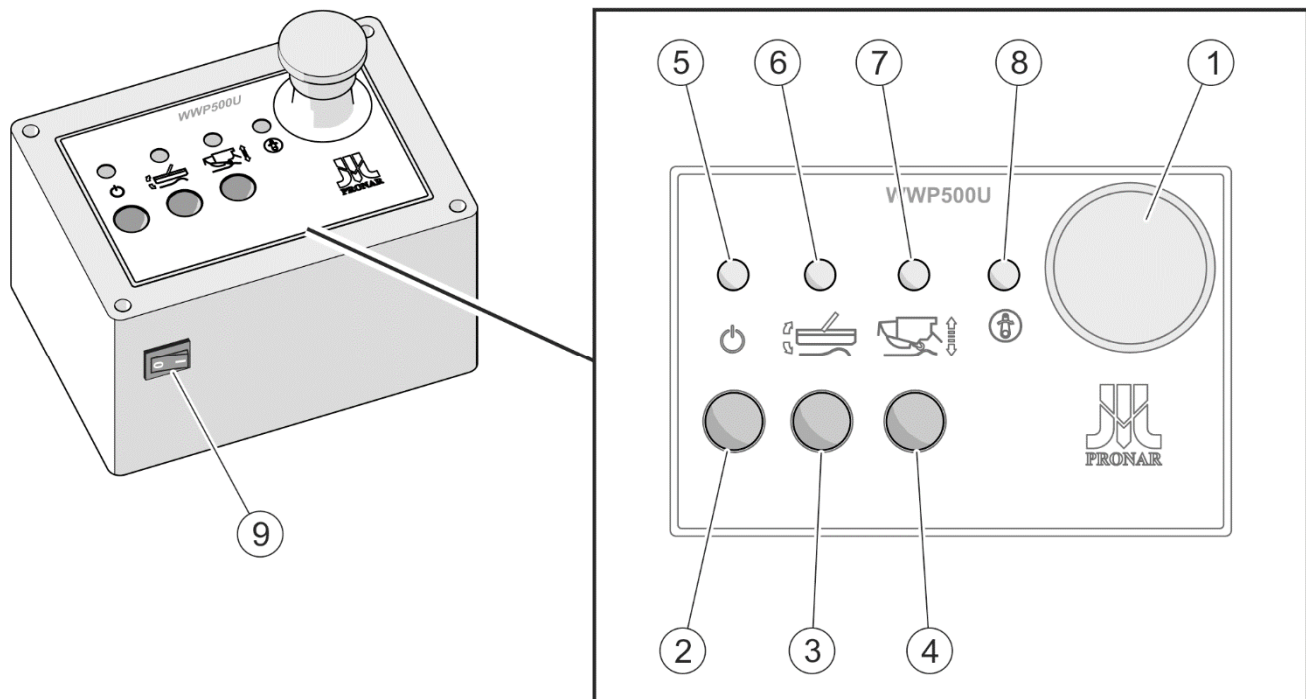
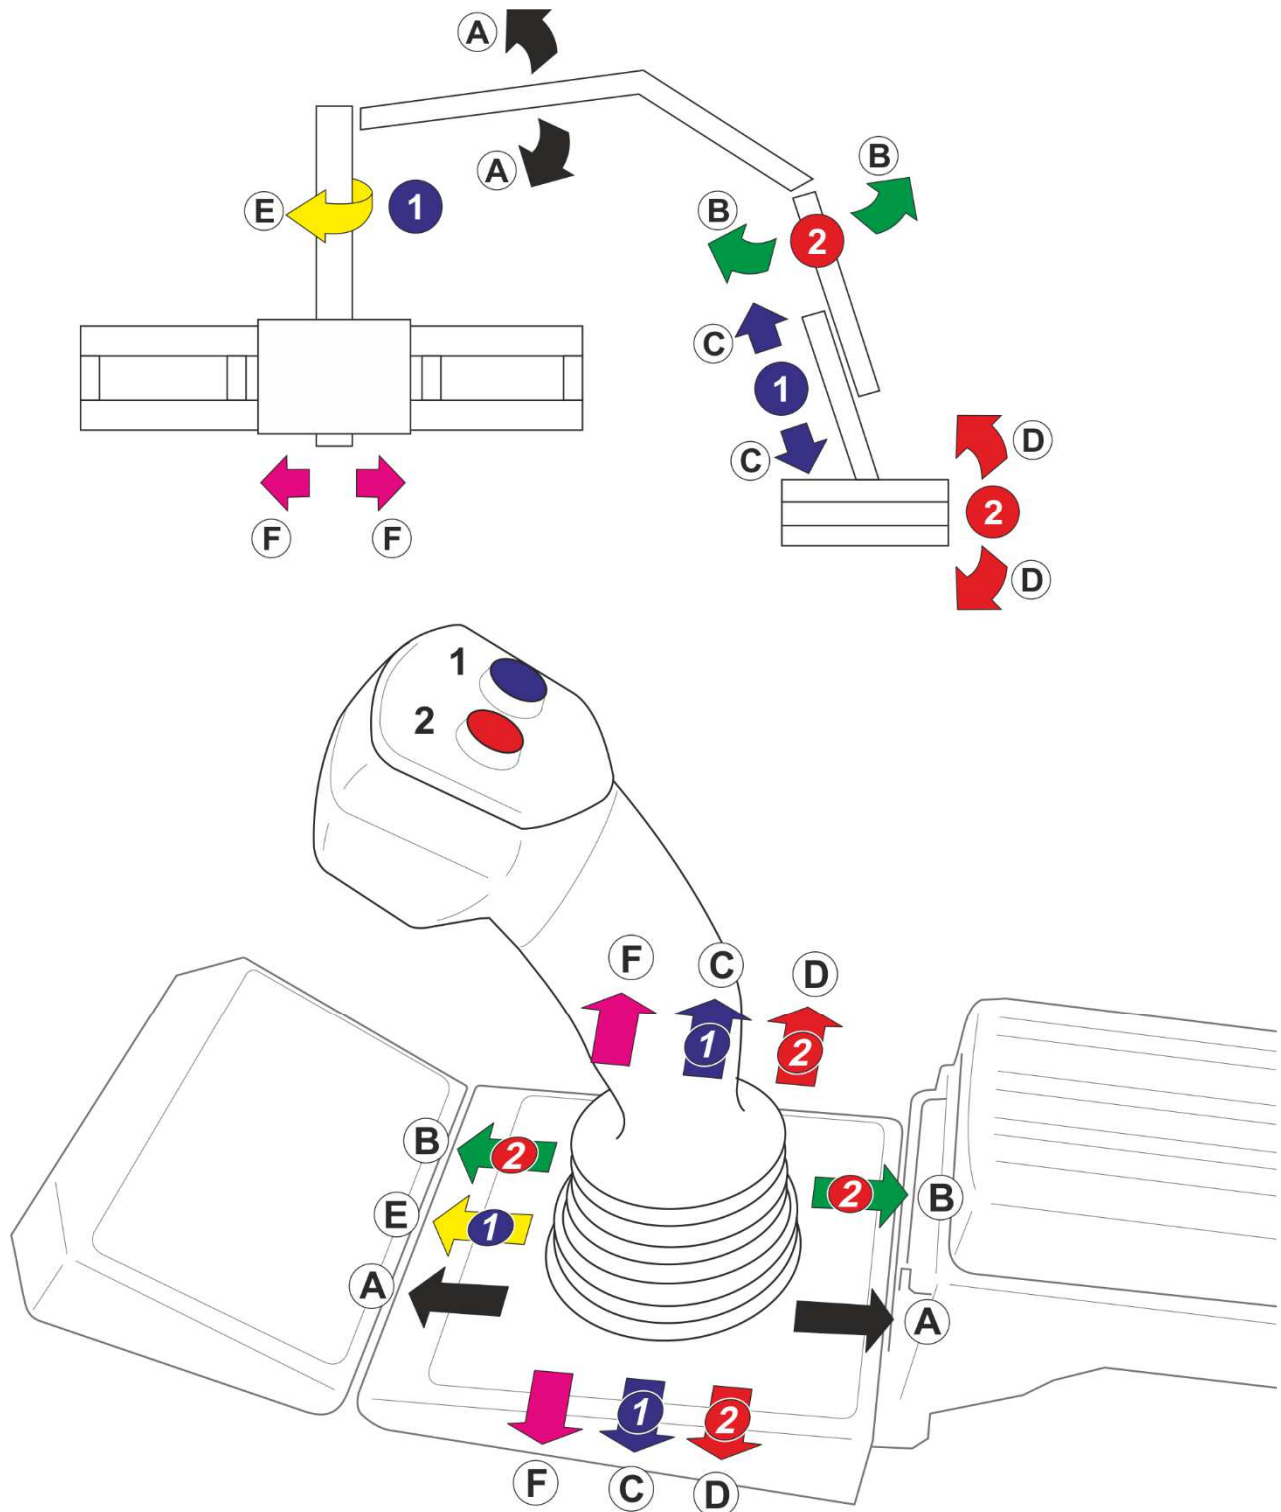
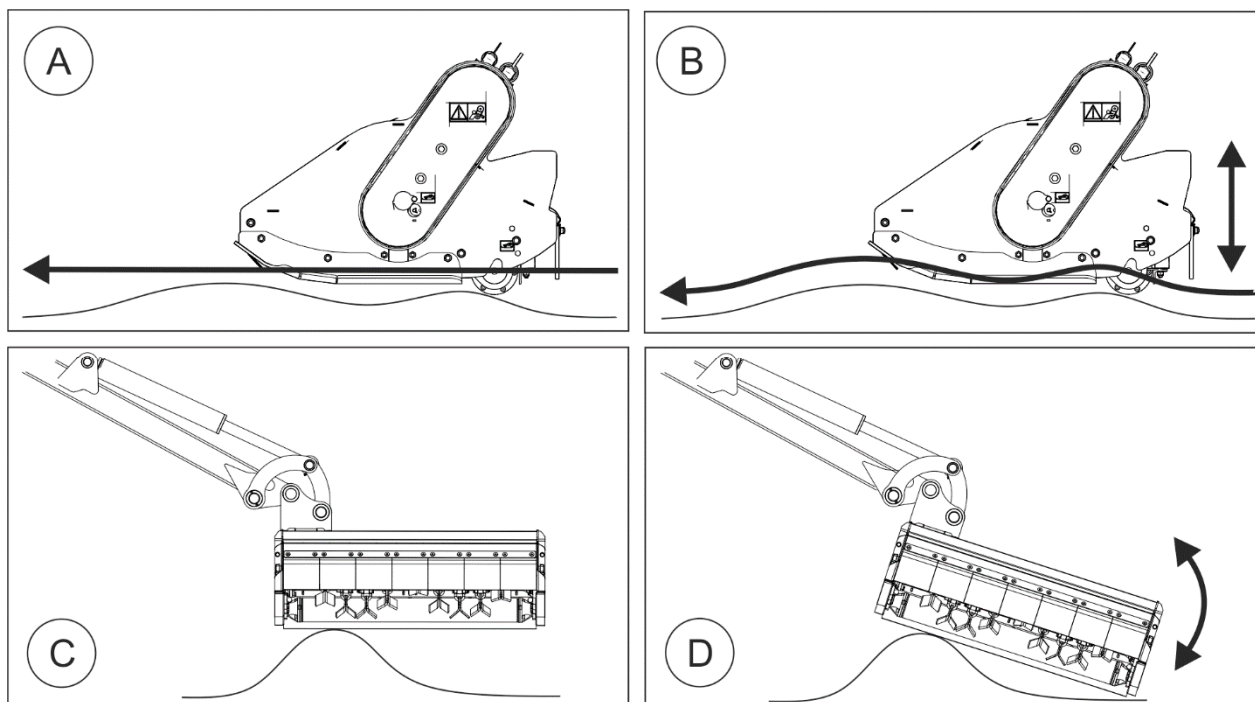

FIGURA 4.6 Panoul de control al brațului multifuncțional
FIGURA 4.7 Metoda de control la cilindri individuali ale brațului multifuncțional cu ajutorul joystick-ului.
FIGURA 4.11 Funcția de amortizarea brațului și poziția de plutire a înclinării capului.
Controlarea brațelor ale brațului multifuncțional și a capului de lucru este realizată cu ajutorul pulpitudului de control (FIGURA. 4.6) și joystick (FIGURA. 4.7) amplasate în interiorul suportului de unelte.
(1) - comutator de siguranță (ciupercă); (2) - buton de activare a controlului; (3)- buton de activare a poziției plutitoare a brațului; (4) - butonul de activarea amortizației la braț (5) - indicator luminos de activare control; (6) - indicator luminos de conectarea poziției plutitoare la capul de lucru; (7) -indicator luminos de conectarea amortizației la braț; (8)- indicator luminos de comutarea siguranței; (9) - comutatorul principal de alimentarea pulpului de control.
Înainte de a manevra brațul multifuncțional trebuie apăsat comutatorul principal de alimentare a panoului (9) (FIGURA 4.6), urmând ca se comutați controlul panoul ținând apăsat butonul (2) timp de aproximativ 3 secunde. Activarea controlului este semnalizată de lumina aprinsă (5) deasupra butonului de pornire.
Mișcarea brațului multifuncțional este realizată cu ajutorul joystick-ului. Metoda de control al joystick-ului este prezentată pe pictograma amplasată pe suportul joystick-ului (FIGURA 4.7).
Funcțiile individuale ale joystick-ului sunt următoare (FIGURA 4.7):
- porniți comutatorul principal de alimentare a pulpului (10) (FIGURA 4.6), urmând ca să porniți controlul pulpului prin ținerea butonului (2) timp de aprox 3 secunde. Activarea controlului este semnalizată de lumina aprinsă deasupra butonului de pornire.
- controlarea cilindrilor hidraulici corespunzători ale brațului (FIGURA 4.7) setarea capului de lucru în locul destinat de lucru;
Când capul de lucru se deplasează pe un teren denivelat și necesită funcția de copierea terenului pe care se deplasează trebuie să porniți poziția de plutire de înclinarea capului de lucru cu butonul (3) (FIGURA 4.6). În acest moment capul își schimbă poziția de înclinare adaptânduși poziția la denivelare terenului (D) (FIGURA 4.11).
Când capul de lucru funcționează pe nivelul solului și necesită funcției de copierea solului prin care se deplasează în nivel vertical, trebuie să porniți funcția de amortizare a brațului cu butonul (4) (FIGURA 4.6). În acest moment brațul multifuncțional lejer își schimbă poziția în vertical adaptânduși poziția capului la terenul denivelat (B) (FIGURA 4.11).
Când utilizați brațul multifuncțional, acordați atenție la denivelări și obstacole aflate în calea brațelor în mișcare. În cazul întâlnirii unui obstacol brațul principal se rotește, se aprinde indicatorul de siguranță (8) (FIGURA 4.6) și este emis un semnal sonor. Trebuie să opriți cât mai repede suportul de unelte și să evitați obstacolul și capul de lucru ridicat, urmând ca cu